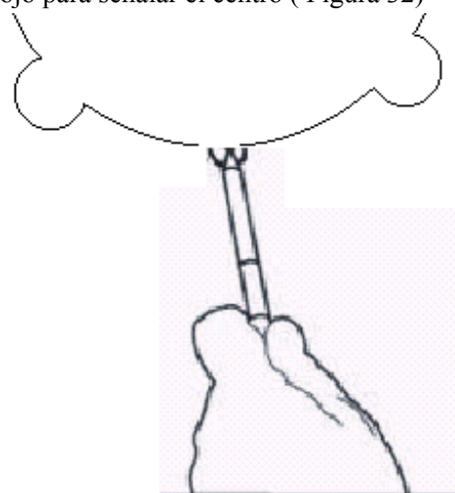

Figura 32
- 2) Base con el punto rojo para señalar el centro (Figura 32)